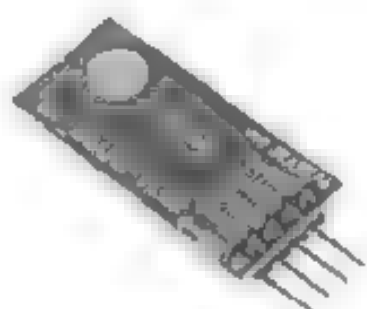

Figura 9.7 – Módulo Bluetooth HC-05.
Conforme podemos observar na Figura 9.7, o HC-05 apresenta 6 pinos, sendo que os KEY e STATE são utilizados para a configuração do módulo e não serão utilizados nos projetos que iremos desenvolver, uma vez que o módulo já vem previamente configurado e não é necessário alterar os parâmetros. Dessa forma, a ligação do módulo ao Arduino é muito simples: realizamos a ligação da alimentação (5 V e GND) e depois conectamos do pino de transmissão do módulo (TX) ao de recepção (RX) do Arduino, ou seja, o pino digital 0. Em seguida, conectamos o pino de recepção do módulo (RX) ao de transmissão (TX) do Arduino, que é o pino digital 1